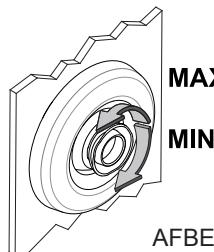

AFBEELDING 2
Gebruik een 7mm steeksleutel en sluit de draad van het huis' equipotentiële circuit (A) met een M5 vierkante moer (Q), een ring (R) en een zeskantmoer M5 (D) aan het badframe (V), zoals aangegeven op Afbeelding 2.